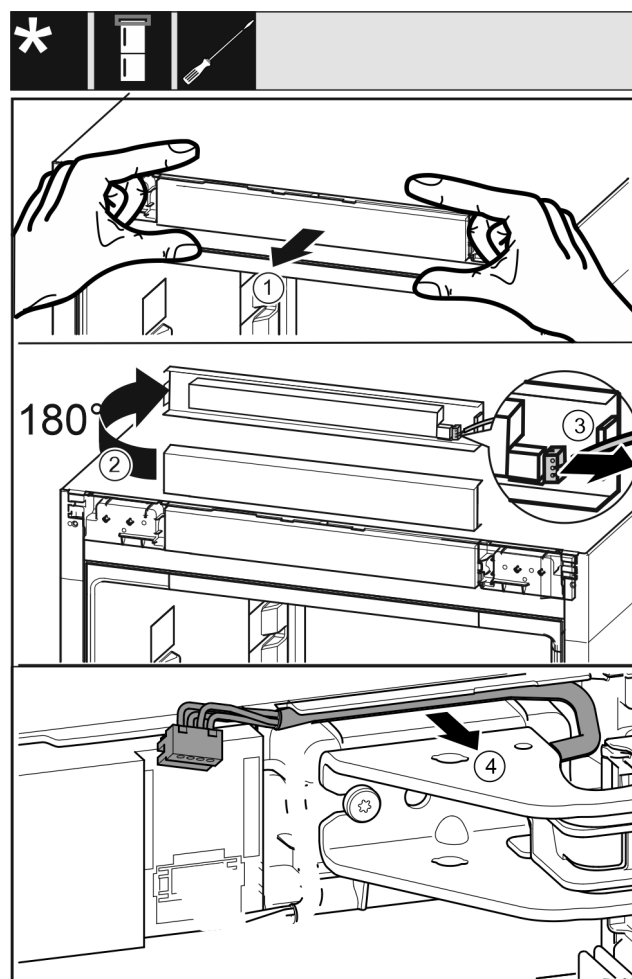

Fig. 17
- Libérer soigneusement le panneau de commande de l'appareil vers l'avant. Fig. 17 (1)
- Faire tourner le panneau de commande vers le haut de 180°. Fig. 17 (2)
- Pousser l'ergot vers l'arrière et retirer soigneusement la prise. Fig. 17 (3)
- Sortir délicatement du guide le câble au-dessus du support de palier. *Fig. 17 (4)*